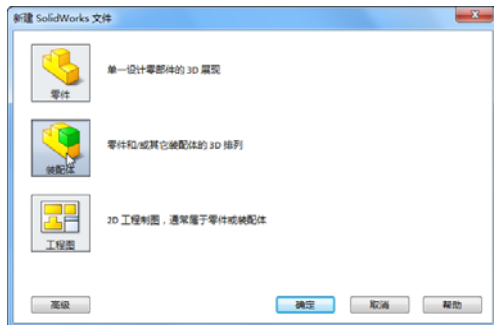

图 7-1 “新建 SolidWorks 文件”对话框
1. 新建文件。在菜单栏中选择“文件”→“新建”命令,或者单击“标准”工具栏中的“新建”图标按钮,此时系统弹出如图 7-1 所示“新建 SolidWorks 文件”对话框。